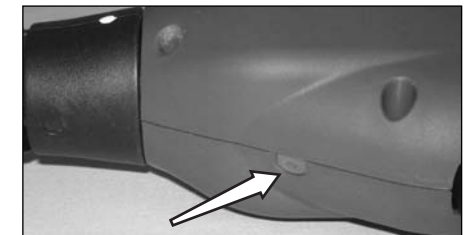

Figure 16
**Ne pas bloquer la soupape de sûreté rouge indiquée sur la figure 16 avec toute partie du corps. Si l'embout se bloque, de l'eau chaude se déchargera de la soupape de sûreté rouge.**